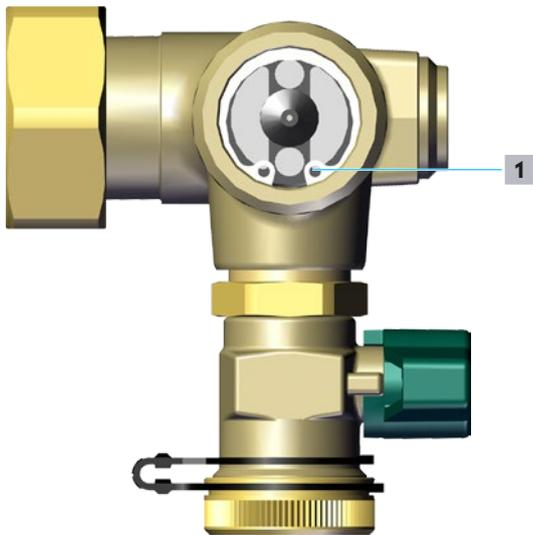

Fig. 36: Circlip
- 1** Desserrer le circlip (position **1** sur la Fig. 36 en page 39) avec une pince à circlip appropriée.
- 2 Mettre en place le circlip (position 1 sur la Fig. 36 en page 39).